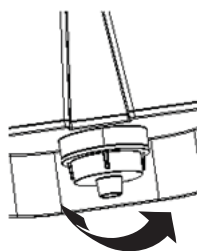

Figure 4
5. Une fois le filtre en place, remplacez la cartouche du filtre à charbon dans le bas du réservoir d'eau. Fixez la cartouche à l'aide du bouchon à ailettes en le tournant de 90° dans le sens des aiguilles. Ne serrez **PAS** trop la cartouche. Voyez la Figure: 4.